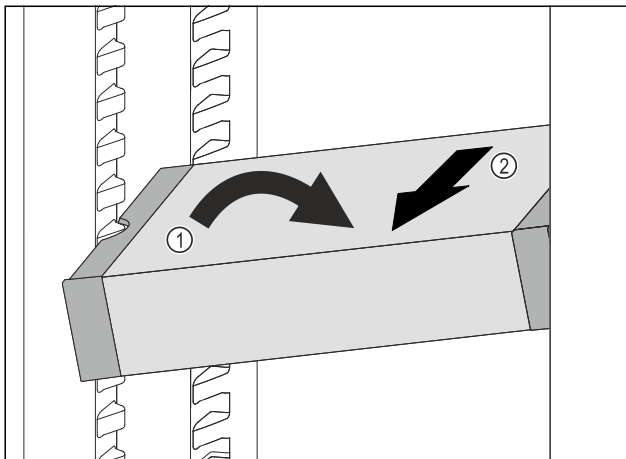

Fig. 139
- ▶ VarioSafe im Kühlteil schräg stellen. Fig. 139 (1)
- ▶ VarioSafe nach vorne entnehmen. Fig. 139 (2)